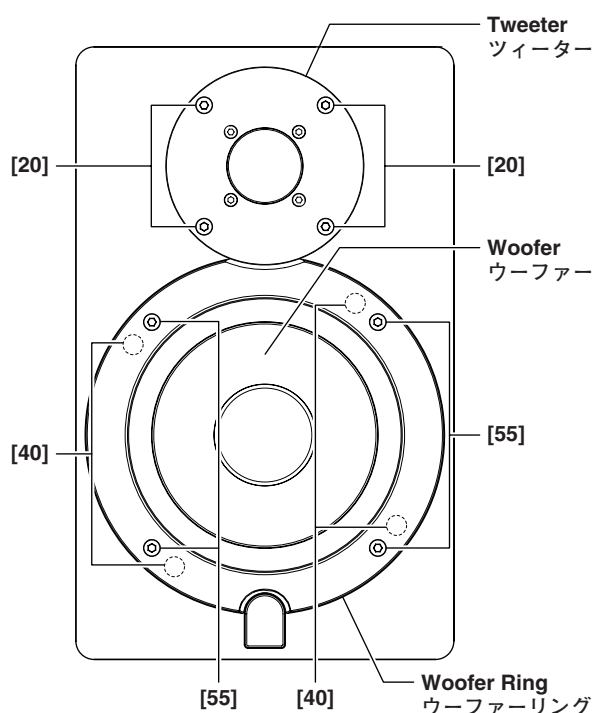

Fig. 1 (図 1)
- 1-1 Remove the four (4) screws marked [55]. The woofer ring can then be removed. (Fig. 1)
- 1-2 Remove the four (4) screws marked [40]. The woofer can then be removed. (Fig. 1)
Remove the four (4) screws marked [20]. The tweeter can then be removed. (Fig. 1)
- 1-1 [55]の六角孔付きボルトを4本外し、ウーファerringを外します。(Fig. 1)
- 1-2 [40]のネジを4本外し、ウーファーを外します。(図 1)
[20]の六角孔付きボルトを4本外し、ツィーターを外します。(図 1)